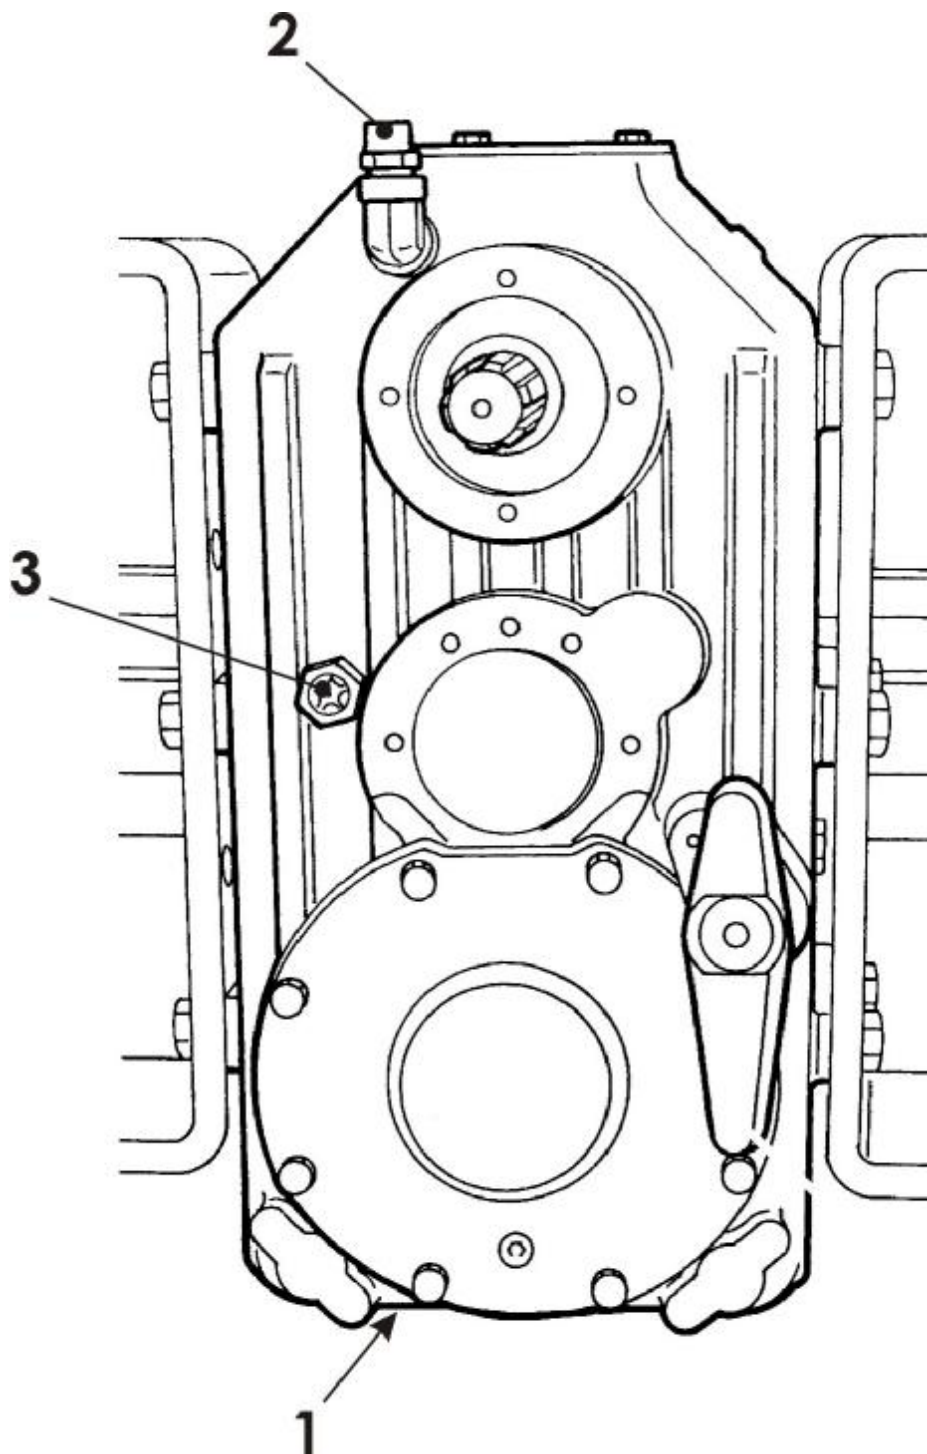

Рис.23 Двухступенчатый редуктор
2. Открыть сливную пробку 1 (рис. 23) и заливную 2, подождать, когда масло выйдет из полости редуктора в специальную посуду, затем закрутить сливную пробку на место.